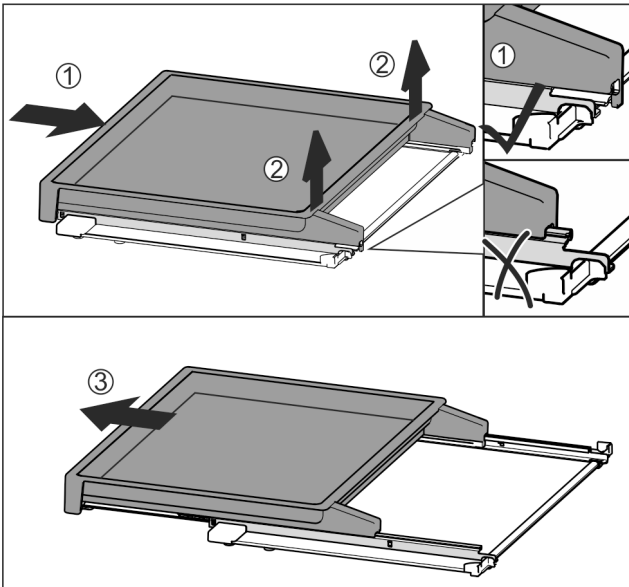

Fig. 43
- ▶ Úplne zasunúť vyťahovaciu poličku Fig. 43 (1).
- ▶ Uvoľniť západku na zadnej strane Fig. 43 (2).
- ▶ Vyberte vyťahovaciu poličku smerom dopredu Fig. 43 (3).